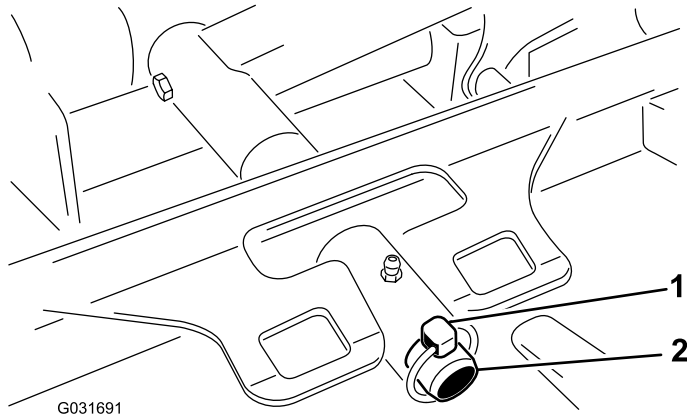

図 62
3. デッキのキャリアフレームを昇降アームのピボットピンに固定しているリンチピンを外す 図 62。
3. デッキのキャリアフレームを昇降アームのピボットピンに入れ、リンチピンで固定する 図 62。